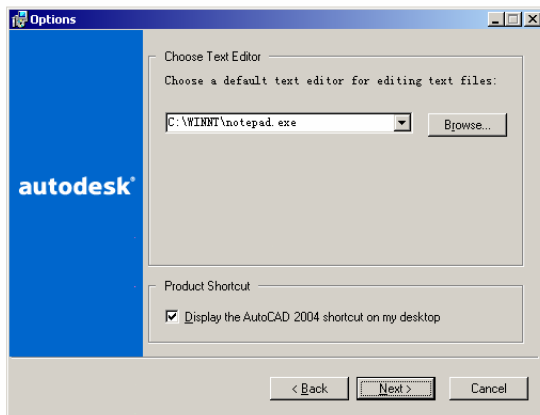

图 1-26 开始安装确认信息
(8) 如果想改变默认安装路径, 可以单击 **Browse** 按钮, 选择想要安装的路径。
(9) 选定了安装路径, 单击 **next** 按钮, 显示开始安装的确认信息, 如图 1-26 所示。